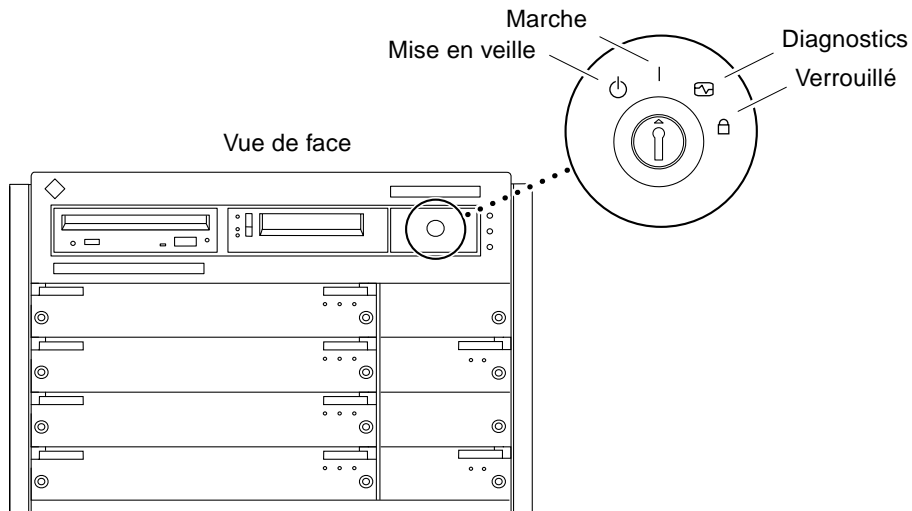

FIGURE 3-5 Commutateur à clé sur le système Enterprise 4500
- a. Mettez le commutateur à clé du système (FIGURE 3-5) sur \ominus (position de mise en veille).